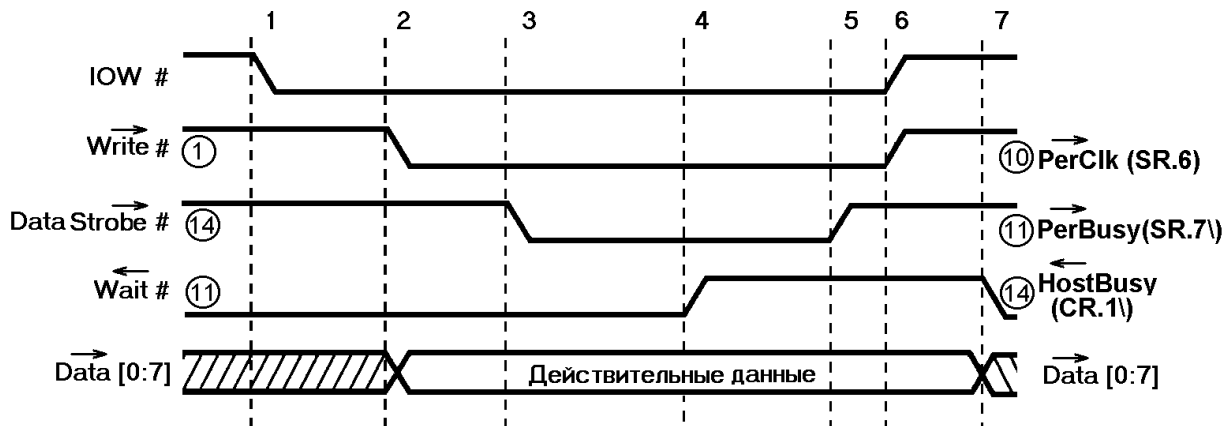
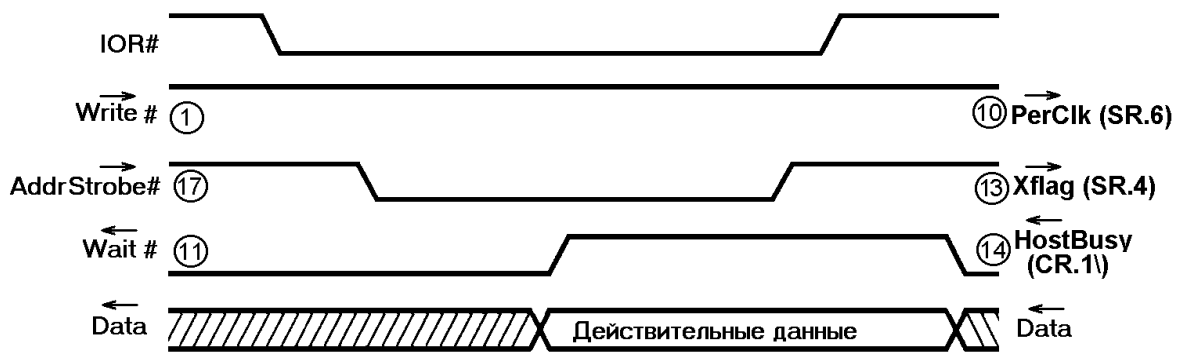

Рис. 9. Временная диаграмма передачи данных портом EPP и приема этих данных портом Bi-Di.
Рис. 10. Временная диаграмма приема адреса портом EPP и передачи этого адреса портом Bi-Di.
Описание алгоритмов программ ведется на основании временных диаграмм протокола передачи и приема данных и адреса в режиме EPP с одной стороны и в режиме Bi-Di с другой. На диаграмме указаны контакты разъемов портов, направление сигналов, соответствующие разряды регистров состояния (SR) и управления (CR), через которые доступны эти сигналы в режиме Bi-Di. Временная диаграмма передачи данных в режиме EPP представлена на рис.9 (передача адреса реализуется аналогично, только вместо stroba данных DataStrobe# портом EPP генерируется сигнал AddrStrobe#), а приема адреса - на рис. 10. (прием данных реализуется аналогично, только вместо stroba адреса AddrStrobe# портом EPP генерируется сигнал DataStrobe#)
В соответствии с временными диаграммами, иллюстрирующими процедуры передачи и приема данных и адресов через EPP порт, приведенных на рис.9 и 10 описания и в соответствии с правилами использования регистров SPP, EPP и Bi-directional портов программа управления обменом выполняет следующие действия: